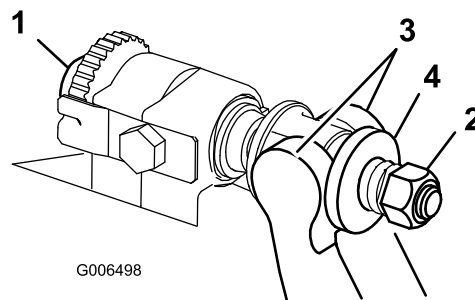

Figura 1
2. Ruotate le viti di regolazione della barra di appoggio in senso antiorario per allontanare la controlama dal cilindro (Figura 1).
3. Allentate il dado di tensione della molla, finché la rondella non sarà più in tensione contro la barra di appoggio (Figura 1).